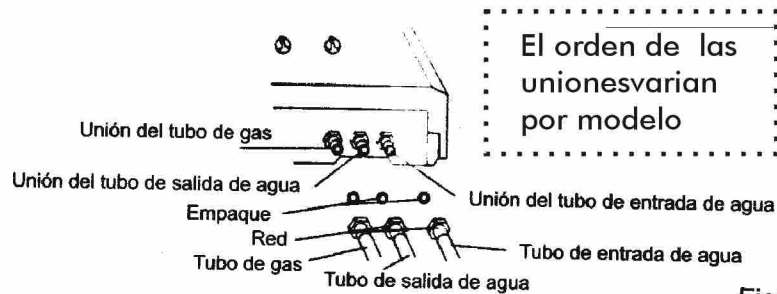

Fig5
2.4 Instalación de tubos de gas (ver la Fig.5)
2.5 Instalación de la entrada de agua y de los tubos de salida. Los tubos metálicos flexibles con diámetro interno de 10mm ó 15mm pueden usarse para conectar la entrada de agua y los tubos de salida a los tubos de suministro de agua potable. (Ver la Fig.5)